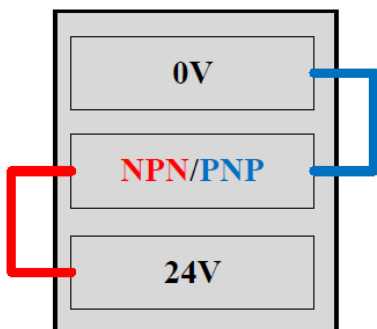
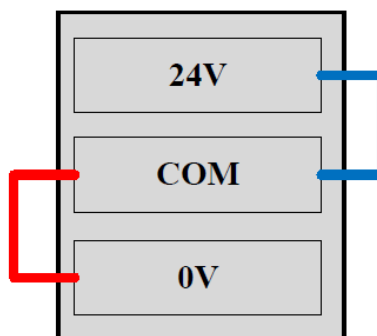

图 2-16: NPN/PNP 配置接口连接方式
图 2-17: COM 接口连接方式
- NPN → 连接至 24V 端口（参考图 2-16 中红色连接线）
- COM 口 → 连接至 0V 接口（参考图 2-17 中红色连接线）
- PNP → 连接至 0V 端口（参考图 2-16 中蓝色连接线）
- COM 口 → 连接至 24V 接口（参考图 2-17 中蓝色连接线）
请严格按照图 2-16 至图 2-17 所示方式正确连接端子，确保 COM 端的连接与相应的 NPN 或 PNP 信号配置相匹配。系统会自动检测 NPN、PNP 配置是否与 COM 端口连接相匹配，若连接缺失或连接错误，则会触发安全系统报警，如图 2-19 至图 2-18 所示。